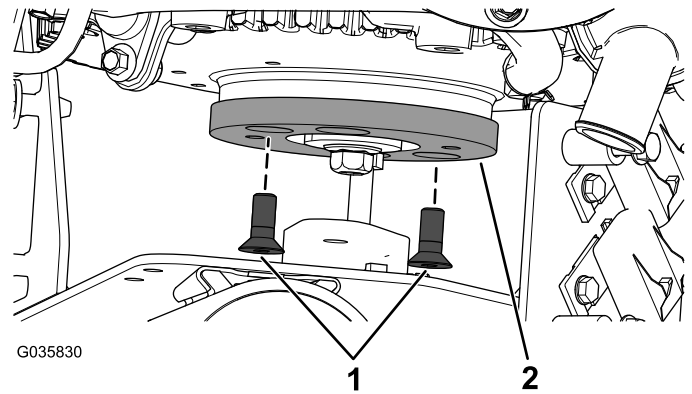

Bild 5
1. Entfernen Sie die Sechskantflachkopfschrauben an der Adapterplatte (Bild 5).
2. Entfernen Sie die Adapterplatte (Bild 5).